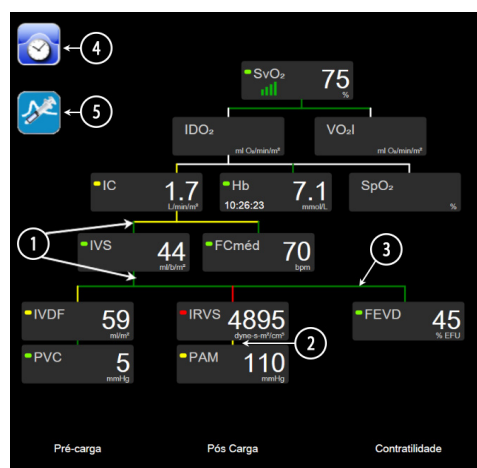

Figura 5-14 Tela de relação fisiológica durante o monitoramento com o módulo Swan-Ganz HemoSphere
- 2 As linhas verticais que conectam diretamente dois parâmetros aparecerão da mesma cor que a lanterna do parâmetro de baixo (por exemplo, entre IRVS e PAM em figura 5-14).
- 4 A barra à esquerda aparece depois que o ajuste do bolus é realizado. Toque no ícone de relógio/ forma de onda para exibir os dados de histórico, quando disponíveis (consulte a figura 5-14).
OBSERVAÇÃO O exemplo exibido na figura 5-14 se refere a um monitoramento com um módulo Swan-Ganz HemoSphere. Com outros modos de monitoramento ocorrerão diferenças de aparência e de parâmetros. Por exemplo, durante o monitoramento com o modo de monitoramento do sensor FloTrac, o HR_{avg} é substituído por FP, VPP e VVS aparecem (se configurados) e VDF e FVED não são mostrados.